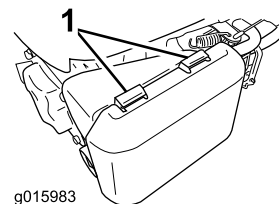

Figura 22
1. Presione hacia abajo los cierres de la parte superior de la tapa del filtro de aire (Figura 22).